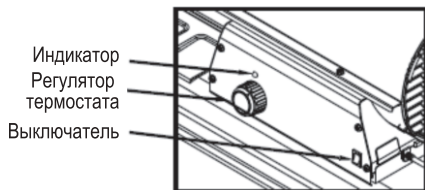

Рис. 10 (Модель: TP22ДП)
3. Установите нужную температуру регулятором термостата (рис. 10, 11);